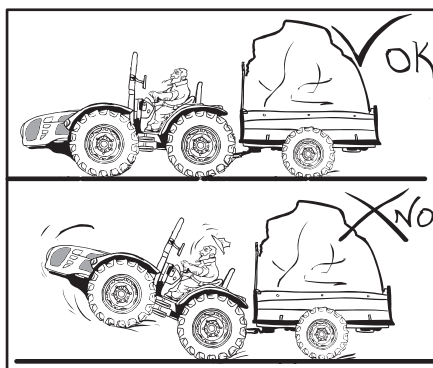

Fig. 2.21
- Trainare soltanto dalla barra di traino. Il traino o l'aggancio da altri punti può provocare il ribaltamento del trattore (Fig. 2.21).